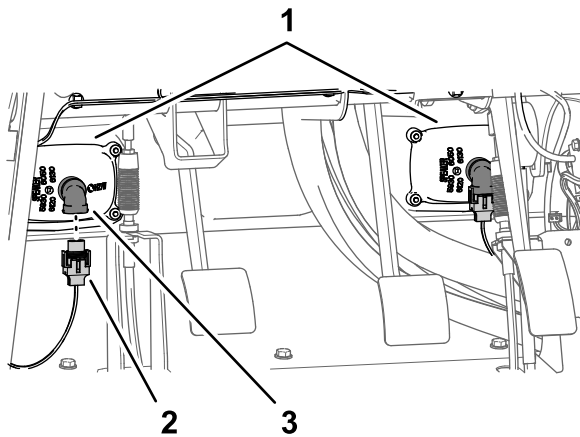

Figura 215
- Conecte los 2 conectores hembra de 2 vías del arnés de cables de la máquina a los conectores de 2 pines de los faros derecho e izquierdo (Figura 215).
- Alinee el panel interior del guardabarros con los tubos superior izquierdo e inferior izquierdo del bastidor (Figura 215).